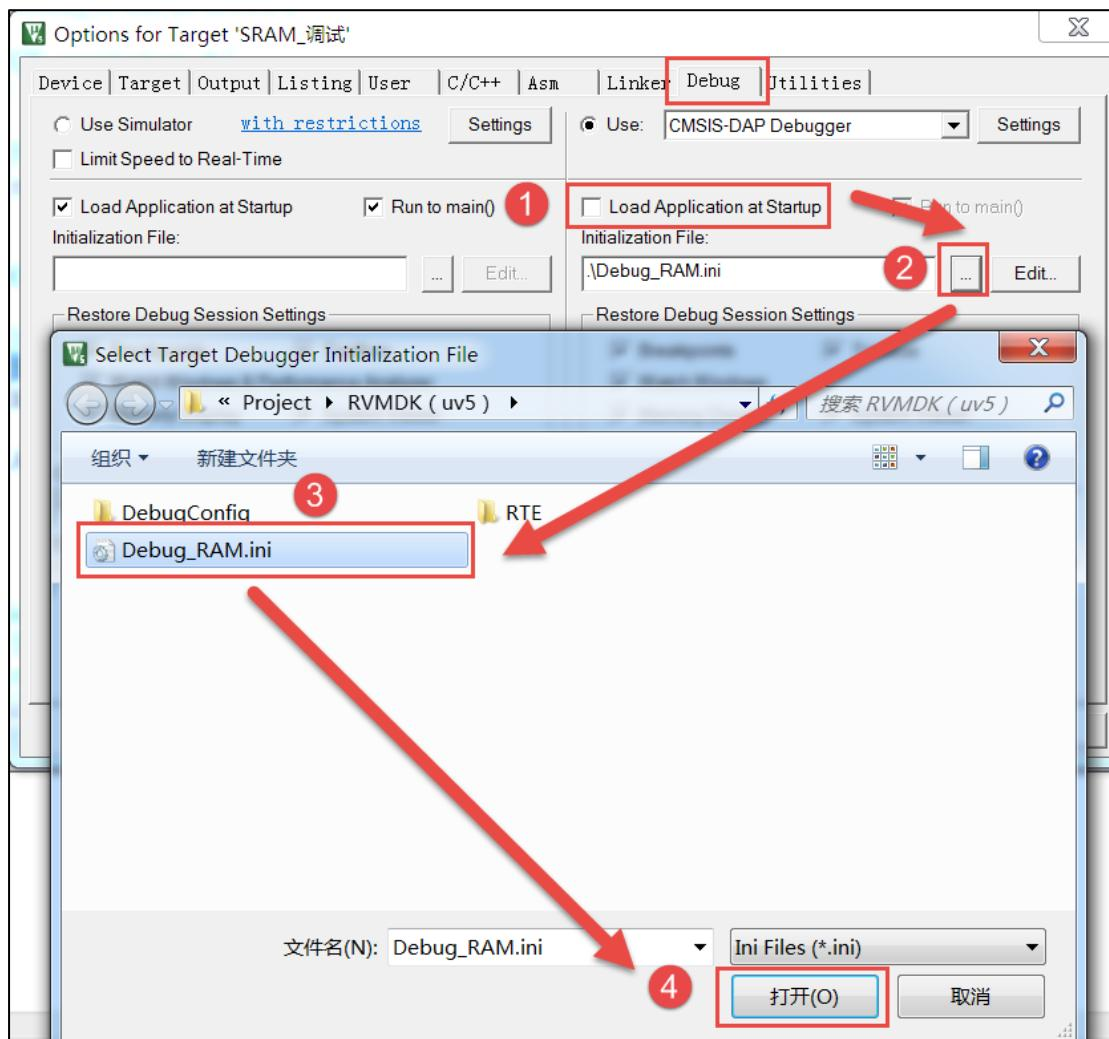

图 50-11 新建一个 ini 文件
- (1) 见图 50-11，在“Options for Target->Debug”对话框中取消勾选“Load Application at startup”选项。点击“Initialization File”文本框右侧的文件浏览按钮，在弹出的对话框中新建一个名为“Debug_RAM.ini”的文件；